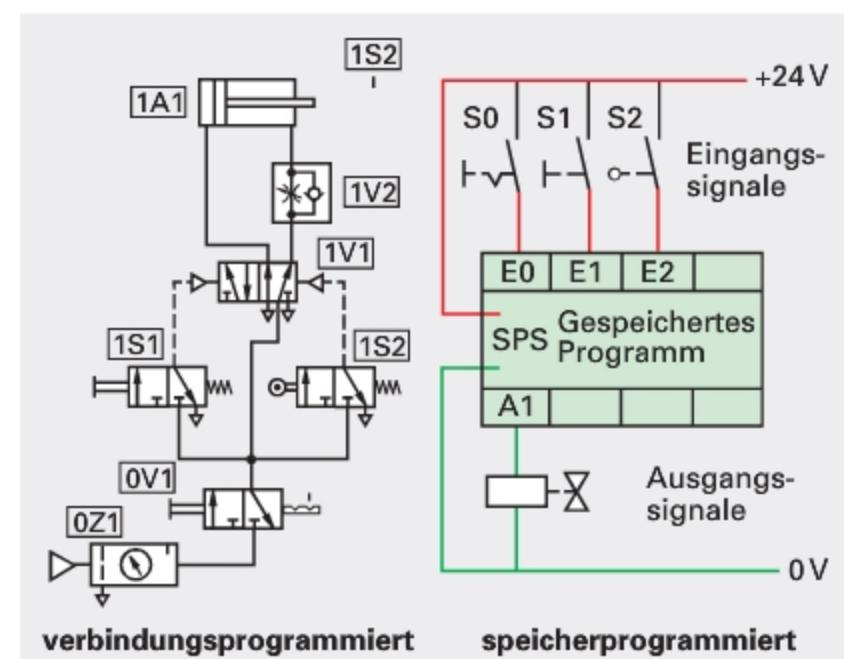

Bild 4: Verbindungs- und speicherprogrammierte Steuerungen
**Verbindungsprogrammierte Steuerungen.** In der pneumatischen Steuerung (**Bild 4**) sind die Bauelemente durch Leitungen nach einem Schaltplan miteinander verbunden. Bei einer Änderung des Ablaufs der Steuerung müssen die Leitungen neu verlegt werden.
**Speicherprogrammierte Steuerungen (SPS).** Bei speicherprogrammierten Steuerungen (**Bild 4**) wird der Steuerungsablauf durch ein Programm festgelegt (Seite 545).